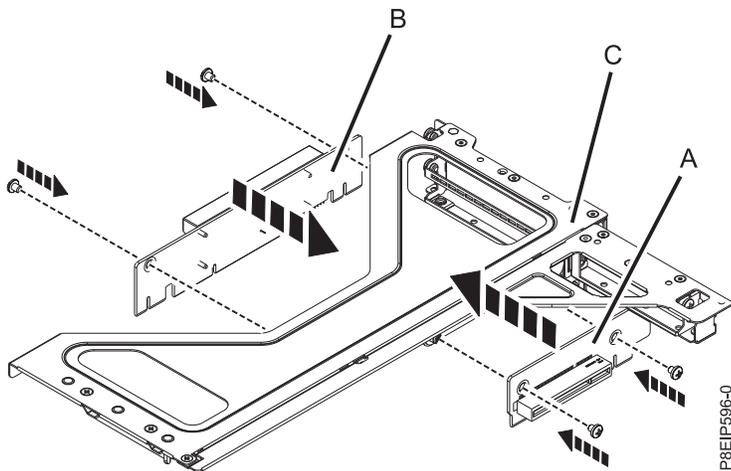

Figura 41. Sustitución de las tarjetas de expansión PCIe en la caja del adaptador
5. Si necesita sustituir la tarjetas de expansión de las posiciones 3 (A), o 4 o 5 (B), vuelva a colocar los tornillos que fijan la tarjeta de expansión PCIe a la caja (C), como se muestra en la Figura 41 en la página 40.